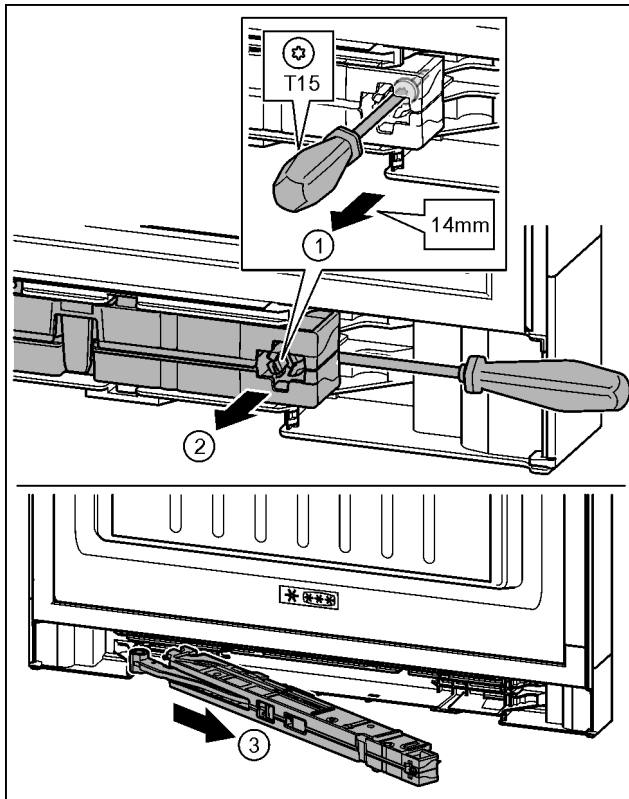

Fig. 17
- Schraube an Schließdämpfereinheit mit Schraubendreher T15 ca. 14 mm lösen. *Fig. 17 (1)*
- Mit Schraubendreher griffseitig hinter Schließdämpfereinheit fahren. Einheit nach vorn drehen. *Fig. 17 (2)*
- Einheit herausziehen. *Fig. 17 (3)*